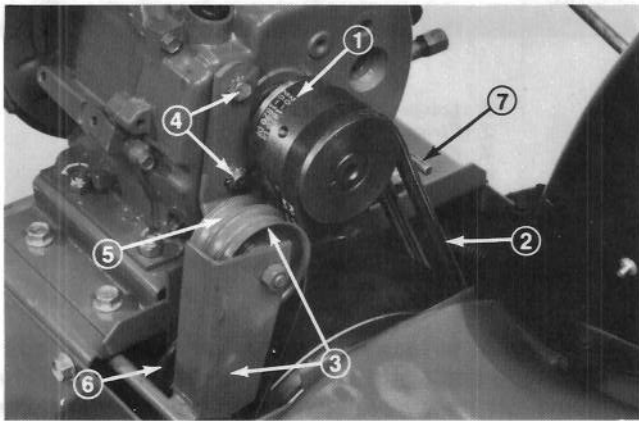

Figure 32
Quand la courroie de commande de traction (Fig. 32) est usée, étirée, saturée d'huile ou défectueuse de quelque manière, il faut la remplacer.
1. Débranchez le câble à haute tension (Fig. 32) de la bougie et assurez-vous qu'il ne puisse accidentellement toucher la bougie.
3. Mettez la commande de tarière en position DÉBRAYÉE (Disengagement) et la commande des roues au POINT MORT (N). Enlevez ensuite la courroie de commande de tarière de la poulie du moteur et de la grande poulie de la tarière et du ventilateur (Fig. 32).
4. Desserrez les deux vis à tête (Fig. 32) fixant le bras de renvoi de traction à l'avant du moteur. Enlevez ensuite la courroie de commande de traction de la poulie du moteur et de la grande poulie de traction (Fig. 32).
5. Passez la courroie neuve sur la grande poulie de traction (Fig. 32). Passez ensuite la courroie sur la poulie du moteur en vous assurant que la courroie soit à l'intérieur de la poulie de renvoi et du guide de courroie en fil métallique (Fig. 32).
6. Passez la courroie neuve autour de la grande poulie de commande de tarière et de ventilateur (Fig. 32). Passez ensuite la courroie sur la poulie du moteur en vous assurant que la courroie soit à l'intérieur de la poulie de renvoi de tarière et de ventilateur et du dispositif de retenue de courroie en fil métallique (Fig. 32). Glissez l'ensemble de bras et poulie de renvoi contre la courroie pour éliminer le jeu de la courroie et serrez les vis à tête.
Quand la courroie de commande de tarière et de ventilateur (Fig. 32) est usée, étirée, saturée, d'huile ou défectueuse de quelque manière, il faut la remplacer.
(Fig. 32). Passez ensuite la courroie sur la poulie du moteur en vous assurant qu'elle soit à l'intérieur de la poulie de renvoi de tarière et de ventilateur et du dispositif de retenue de courroie en fil métallique (Fig. 32).